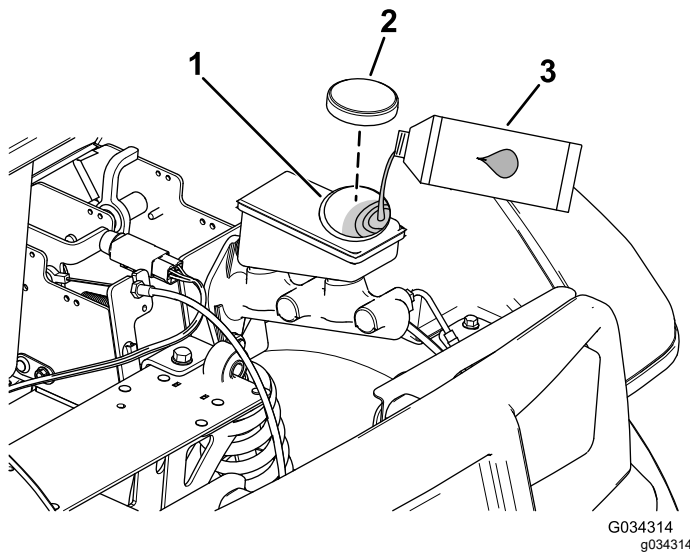

Figura 57
2. Eleve novamente o capot para obter acesso ao cilindro principal do travão e reservatório (Figura 57).
- A. Limpe a zona em redor da tampa do reservatório e retire-a (Figura 57).
- C. Coloque a tampa do reservatório (Figura 57).